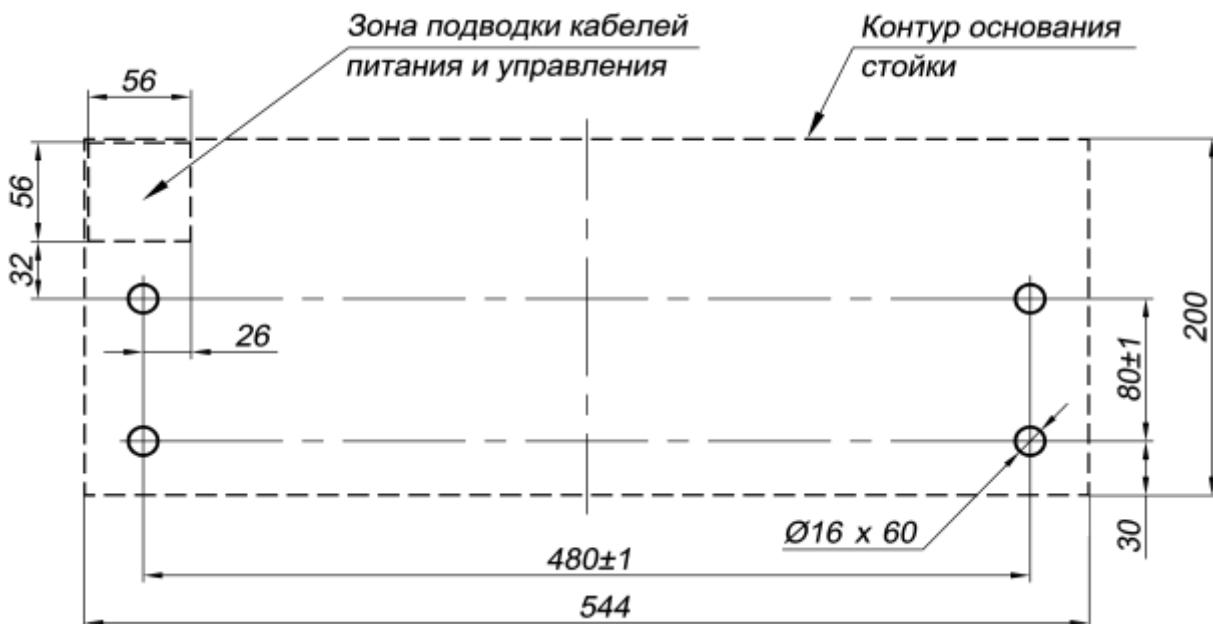

Рисунок 13. Схема разметки для установки стойки ЭП¹
4. Выполните на установочной поверхности в соответствии с рис. 13 разметку отверстий для монтажа стойки.